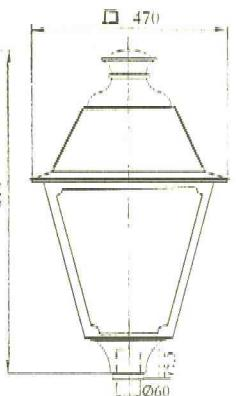

Рис.1
1.1. Светильники венчающие серии РТУ08-125-002 У1 «Светлячок», РТУ08-125-004 У1 «Светлячок» (рис.1) с разрядными лампами высокого давления предназначены для функционально-декоративного освещения скверов, парков, бульваров.